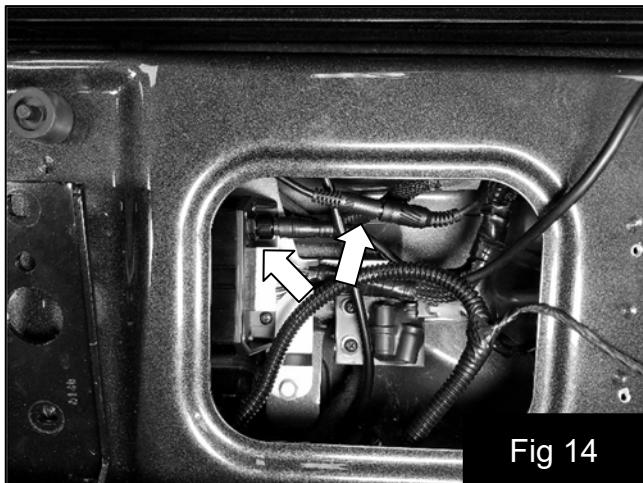

Fig 14
23. Branchez le contrôleur sur l'amplificateur et fixez-le en tournant à la main l'anneau de verrouillage jusqu'à ce qu'il soit bien serré. Fig. 14
24. Branchez le jack de 1/8 po à l'amplificateur. Fig. 14